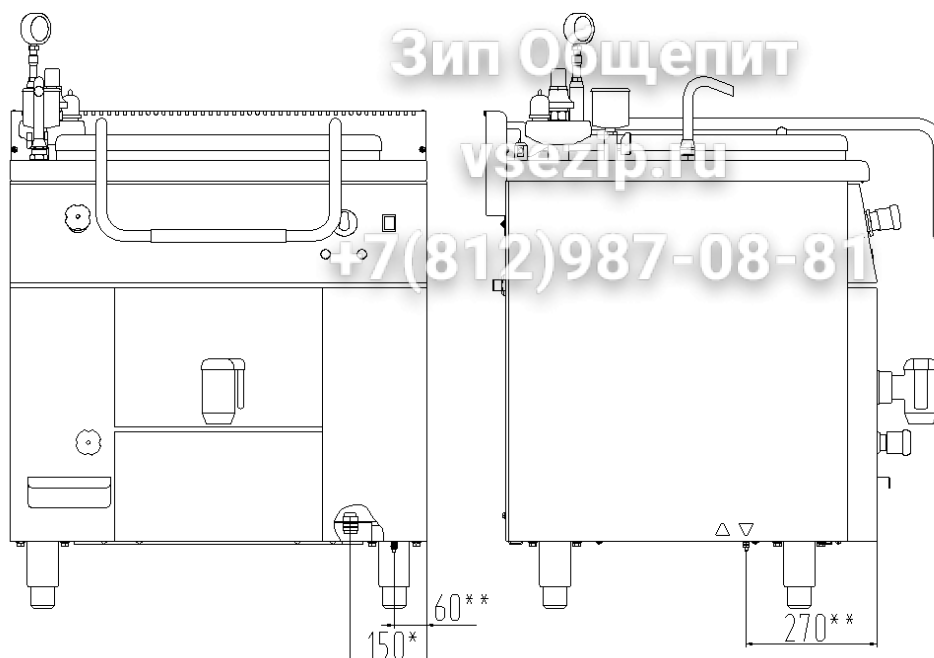

Рисунок 2 – Схема подключения котла
6.4.7 При использовании изделия в составе технологических линий, необходимо соединить его с другими элементами линии с помощью зажима эквипотенциального заземления (рисунок 2), расположенного на дне изделия с правой стороны, обозначенного специальным знаком, указанным на рисунке 3.